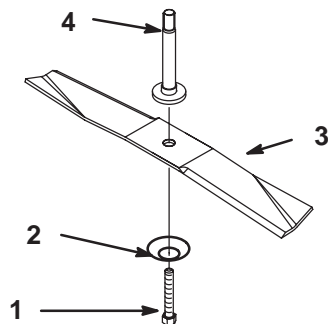

Figure 28
1. Installez la lame, la rondelle bombée et le boulon de fixation (Fig. 28).